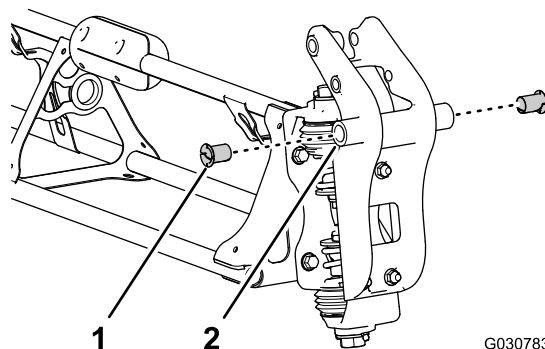

Bild 121
2. Legen Sie eine Nylonbundbüchse in das 31,8 mm große Loch an jeder Seite des Drehzapfen-Anschlussstückes (Bild 121).